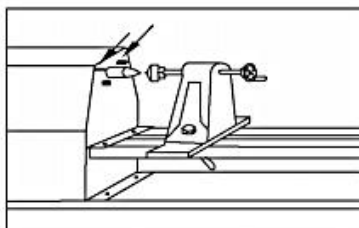

Figure 2
3. Desserrez les quatre boulons hexagonaux autour du centre d'entraînement (comme sur la figure 2).